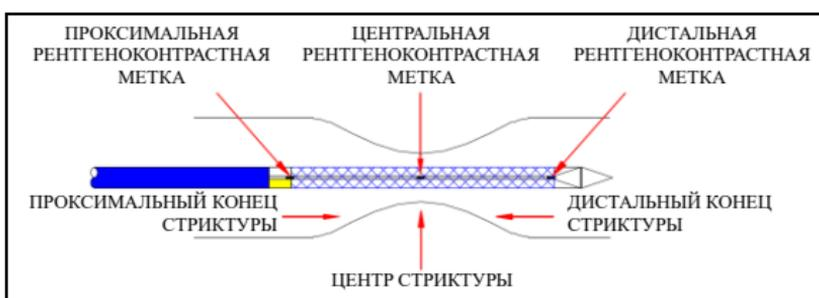

Рис. 4
- Когда центральная рентгеноконтрастная метка достигнет центра стриктуры, продолжайте оттягивать Y-образный соединитель назад, пока стент не будет полностью установлен (см. рис. 4, 5).
- Когда центральная рентгеноконтрастная метка достигнет центра стриктуры, продолжайте оттягивать Y-образный соединитель назад, пока стент не будет полностью установлен (см. рис. 4, 6).